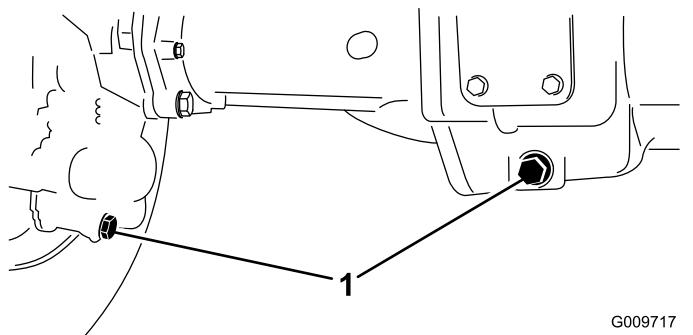

図 46
- ドレンプラグ 図 46 左右端に個と中央に個、全部で3個あるの周辺をきれいに拭く。